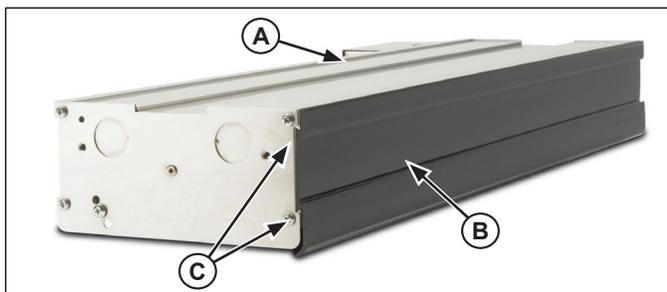

Figure 1. Installation des panneaux Kool-Touch.
1. En commençant sur le côté sans boîtier de commande (A), glissez le panneau Kool-Touch® (B) en position à partir d'une extrémité du réchaud. Glissez le panneau Kool-Touch® dans la gorge (C) sur le côté de l'appareil jusqu'à ce qu'il soit en place. (Les appareils mis bout à bout exigeront deux pièces coupées à la bonne longueur.) Voir la figure 1.